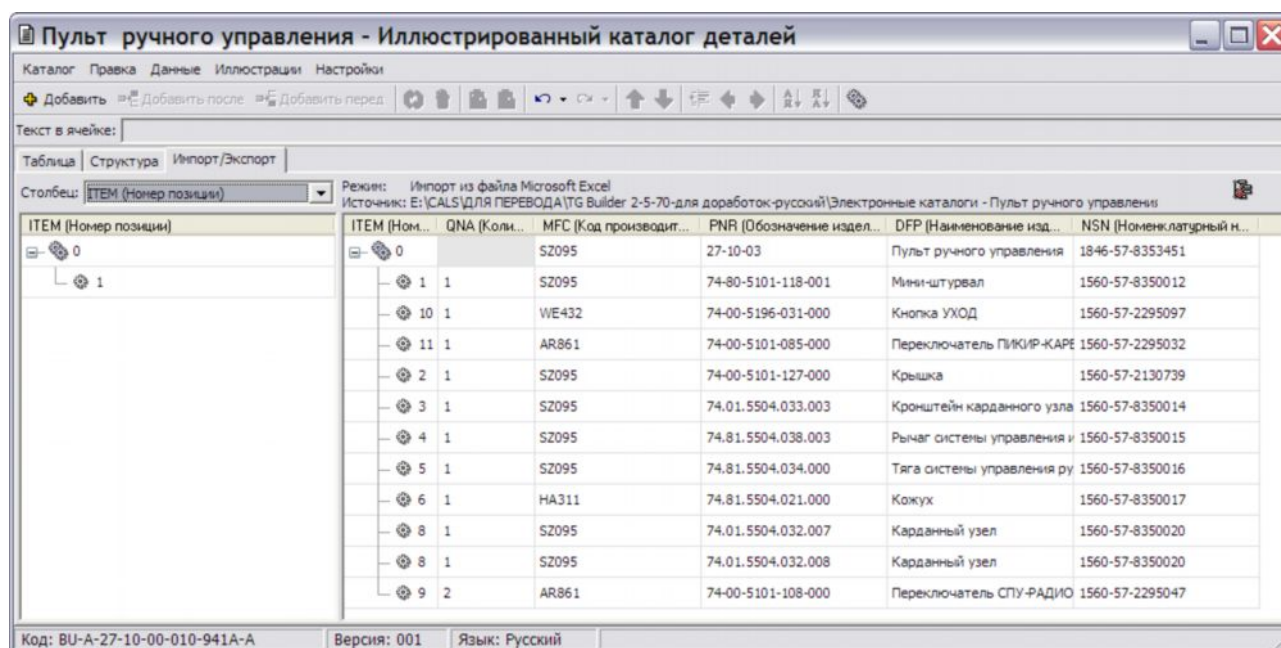

Рис. 4.27
- В окне **Соответствие атрибутов** нажмите на кнопку **Применить**. Импортированные данные появятся в редакторе каталога на временной вкладке **Импорт / Экспорт** в её правом окне (Рис. 4.27). В левом окне вкладки находится структура исходного каталога. Для выбора поля, отображаемого в этом окне, используется выпадающий список раздела **Столбец**, расположенный над окном структуры.